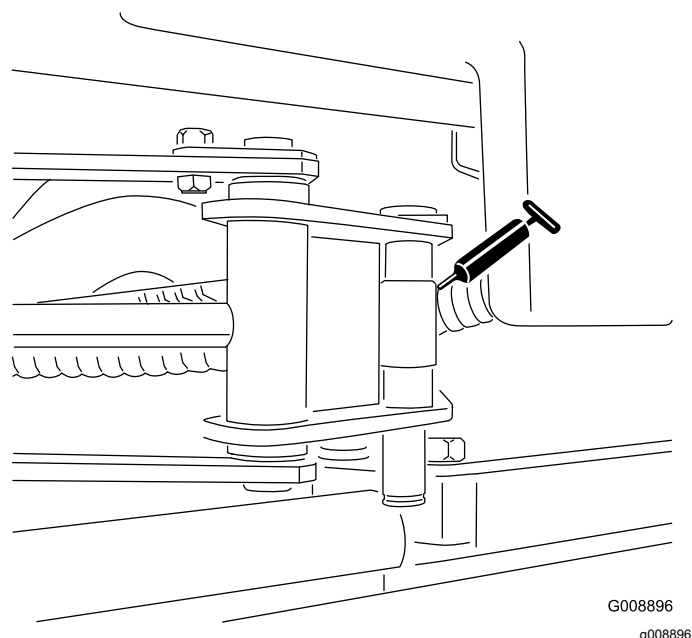

Figure 35
- 2 extrémités de vérin de Sidewinder (Figure 35)